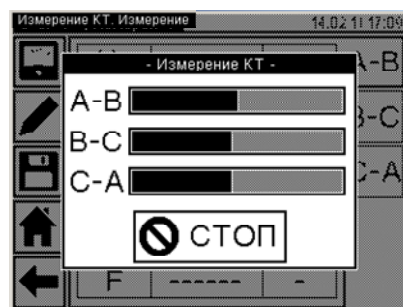

Рисунок 6.79
13) Выполнить измерение, для чего нажать кнопку  в окне "Измерение КТ. Измерение" (рисунок 6.77). На экране появится окно, демонстрирующее динамику процесса измерения (рисунок 6.79), а затем – окно с результатами измерения (рисунок 6.80). Для просмотра всех результатов при проверке трехфазного трансформатора поочередно нажать на вкладки "A-B", "B-C", "C-A". При необходимости процесс измерения может быть остановлен нажатием кнопки .